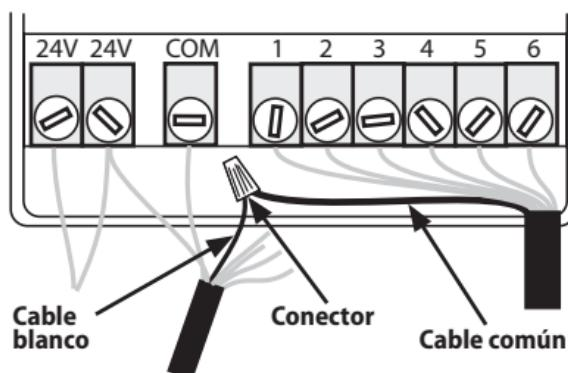

Figura 9
3. Conecte los cables que haya desconectado del terminal 'COM' al cable blanco del SMRT-Y mediante un terminal de conexión (consulte la figura 9).